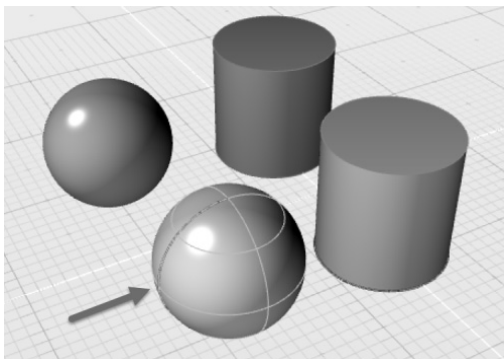

图 3-38 基于曲线圆弧创建球体
3) 在建模工具栏中, 使用“曲线”卷展栏下的“旋转”工具, 当控制台提示“拾取剖面曲线”时, 选择曲线“圆弧#1”。随后按〈Enter〉键接受其他默认设置, 即可获得一个球体“旋转#1”, 如图 3-38 所示。